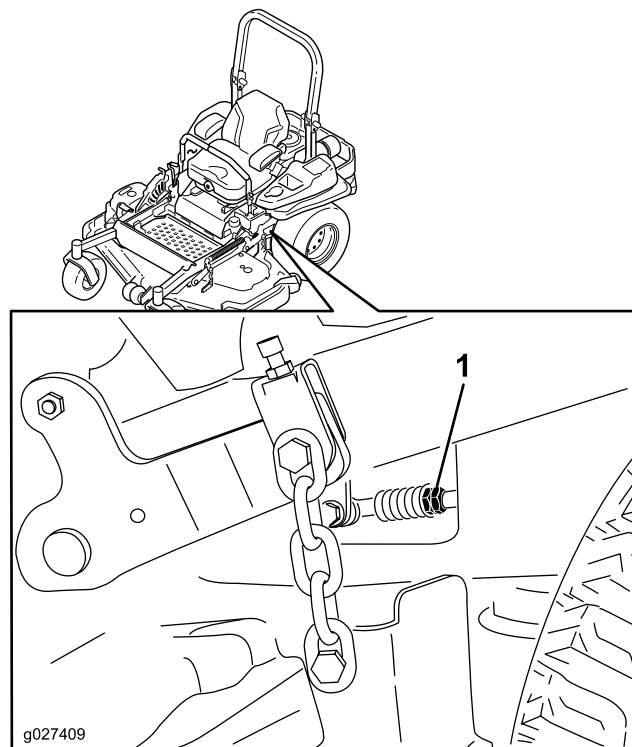

Figura 96
10. Regolate la lunghezza delle aste di controllo della pompa facendo girare nella direzione opportuna i dadi doppi sull'asta, finché le ruote si spostano leggermente indietro (**Figura 96**).